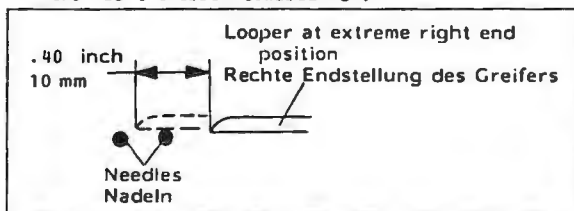

Fig.63A
2. Rotate the pulley clockwise until the looper has moved 10 mm (.400 in.) from right to left (see Fig. 63A).
2. Drehen Sie die Handrad-Riemenscheibe im Uhrzeigersinn bis sich der Greifer von rechts nach links 10 mm bewegt hat (siehe Fig. 63A).